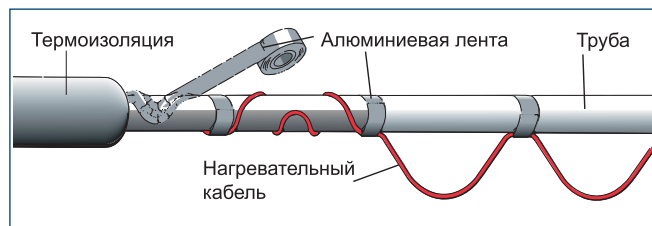

Рис. 3
2. Кабель укладывают на трубе волнистой линией. Рис. 3;